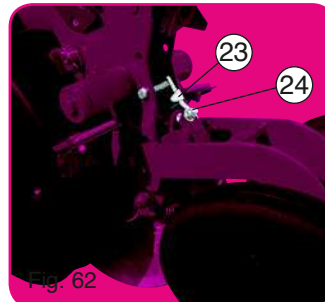

Fig. 62
Cette roue plombreuse est utilisable sur terrain plutôt sec, pour tous semis. Sur terrain trop humide, un bourrage au niveau de la roue est toujours possible, dans ce cas, escamoter la roue par le taquet 23 fig. 62. Si cette opération ne s'avèrait pas suffisante, il faudrait enlever la roue seule, en laissant le cadre 4 sur l'élément. Le décrocteur 11 Greenflex réversible doit être surveillé de temps en temps, et réglé avec précision à l'aide de l'écrou 24 fig. 62.
The press wheel has a diameter of 295 mm and a width of 21 mm and is in stainless steel. It can only be adapted on the NG Plus 4 units. It floats independently from the metering unit and the rear press wheel unit. The NG Plus 4 equipped in this manner, now becomes the NG Plus 4 PRO. This press wheel can be used in rather dry soils for all types of seeds. In damp soil, a packing up of the wheel is always possible, in this case, retract the wheel using the latch 23 fig. 62. If this is not sufficient, the wheel only must be removed, leaving the frame 4 on the metering unit. The reversible Greenflex scraper 11 should be controlled from time to time and adjusted with precision using the nut 24 fig. 62.
Esta rueda aplomadora Ø 295 mm con anchura de 21 mm con banda inoxidable sólo se adapta a los elementos NG Plus 3, es flotante e independiente del elemento y del bloc trasero apoyador. Con este equipo la NG Plus 3 se convierte en NG Plus 3 PRO. Se utiliza la rueda aplomadora en tierras de preferencia, secas, con todo tipo de semillas. Con tierras demasiado húmedas, se pueden embarrar, en este caso, escamotear la rueda con el tope 23 fig. 62. Si con esta operación no se obtuviera satisfacción, proceder a quitar la rueda desando el marco 4 sobre il elemento. El quitabarros 11 Greenflex debe ser objeto de observación, de vez en cuando y regulado con precisión con la tuerca 24 fig. 62.
Questa ruota di compressione di Ø 295 mm e larga 21 mm è dotata di fascia inox. Si adatta solo su elementi NG Plus 3, è flottante e indipendente dall'elemento e dal blocco rinalzatore posteriore. La NG Plus 3 così equipaggiata, diventa NG Plus 3 PRO. Questa ruota è utilizzabile su terreni piuttosto secchi, per tutte le semine. Su terrine troppo umidi, è possibile si verifichi un intasamento della ruota, in questo caso, disinsere la ruota tramite la tacca 23, fig. 62. Se questa operazione non è sufficiente, basta togliere solo la ruota, mantenendo il quadro 4 sul l'elemento. Il raschiatore 11 reversibile deve essere controllato di tanto in tanto e regolato con precisione con l'aiuto del dado 24, fig. 62.
- Position escamotée (fig. 62).
- Posición de escamoteado (fig. 62).
- Retracted position (fig. 62).